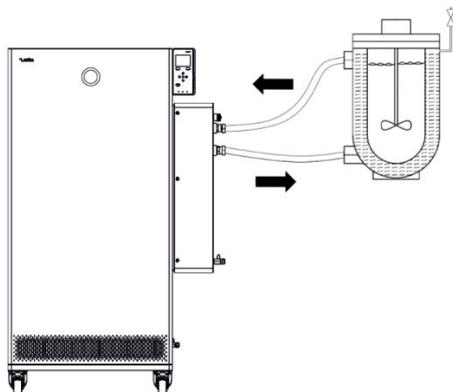

Fig. 42: Applicazione con valvola di sfato
- Una valvola di sfiato Fig. 42 può semplificare notevolmente il processo di sfiato. A tal fine aprire periodicamente la valvola con cautela e far fuoriuscire il gas/l'aria fino a che il liquido non fuoriesce dalla valvola, dopodiché chiudere nuovamente la valvola di sfiato. Raccogliere il liquido in un recipiente idoneo. Azionare nuovamente la valvola a intervalli regolari finché l'aria non fuoriesce più.